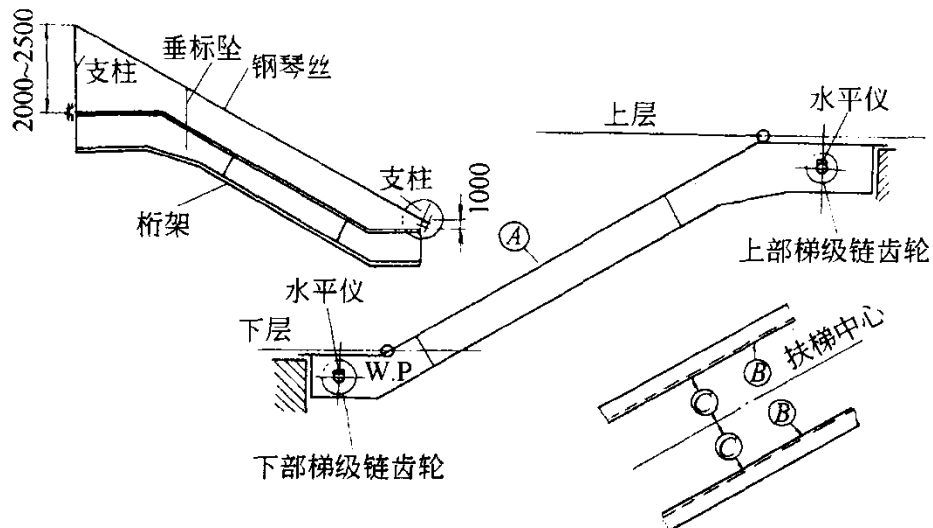

图 30-3-7
- (1) 以上下楼层土建提供的基准线为基准，在上下支撑面钢板上标识清楚中心基准位置。
- (2) 将自动扶梯吊起移至安装口内使之就位，再在扶梯两端支承角钢与支撑面预埋钢板之间各放一个滚子（滚子用钢管制作），用来校正自动扶梯桁架中心线与支撑钢板上所标基准中心。当桁架中心线与支撑钢板上所标识的中心线调到同一直线时，用自动扶梯调整螺钉将自动扶梯顶起并取出滚子。
- (3) 调整调整螺钉，使自动扶梯两端升降平台上的楼面盖板与装修好的楼面平齐，然后垫入垫片，松开调整螺钉，复查扶梯楼面盖板与装饰后楼面的高差，合格后将垫片点焊在支撑面钢板上。
- (4) 用 L45 角钢制作两个支架，分别置于机头、机尾。将 0.4~0.5mm 钢丝固定在支架上，用花篮螺栓调紧，钢丝左右位置与支撑钢板上的中心线一致。然后各安装尺寸以此线为基准线（图 30-3-7）。